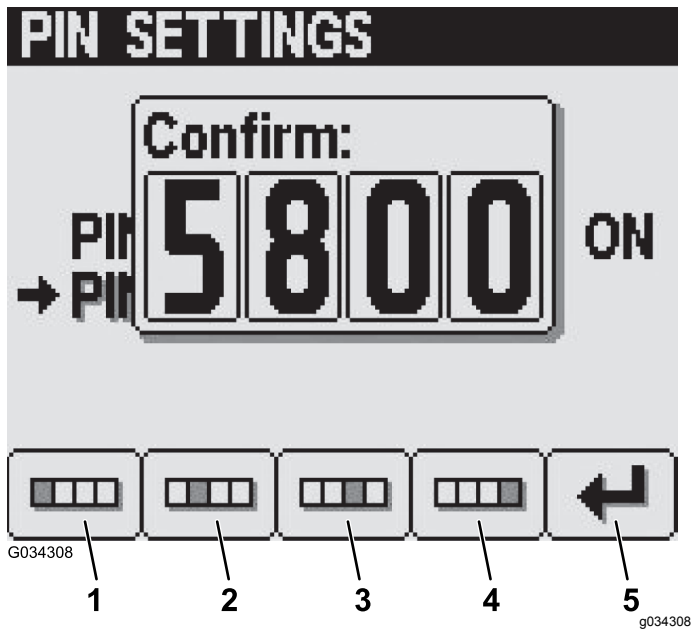

Bild 30
- Bestätigen Sie mit den Tasten 1 bis 4 die neue PIN und drücken Sie Taste 5, um die PIN-Eingabe abzuschließen (Bild 30).
Hinweis: Nach dem Bestätigen der PIN-Einstellungen (Bild 30) wird für ungefähr fünf Sekunden ein Bildschirm „Pin Correct“ angezeigt.